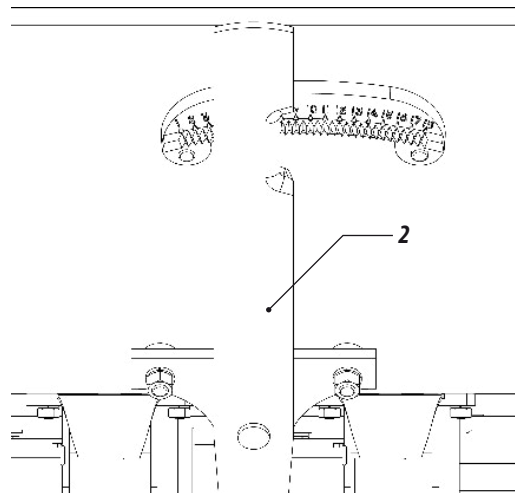

Figura 13
- 02 -** A quantidade de semente é regulada através da alavanca (2) da FIGURA 13.